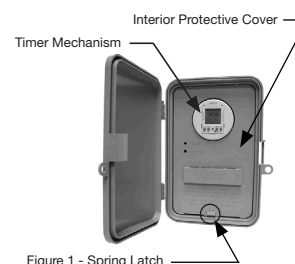

Figure 1 - Spring Latch
1. Open door and remove the interior protective cover by releasing the spring latch. (See Figure 1)
2. Remove the printed circuit board by releasing the spring latch holding the bottom of the board. (See Figure 1)
1. Ouvrez la porte et retirez le cache intérieur de protection en appuyant sur le verrou à ressort (voir la figure 1 ci-dessous).
2. Retirez la carte imprimée en appuyant sur le verrou à ressort qui maintient le bas de la carte (voir la figure 1 ci-dessous).